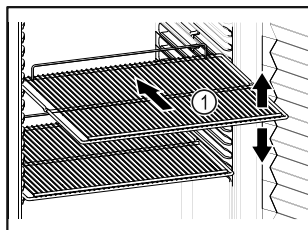

Fig. 50 Représentation à titre d'exemple
- ❑ Si les surfaces de rangement Fig. 50 (1) sont mobiles, les régler en hauteur.